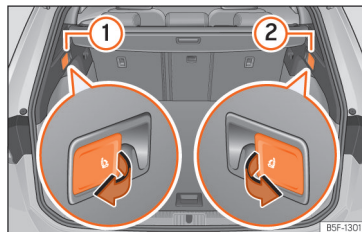

Рис. 103 У багажному відсіку: важелі розблокування задньої спинки.
• Потягніть важіль на лівому >>> **рис. 103** ① чи правому ② боці в напрямку стрілки. Розблокована секція спинки сама опускається вперед.